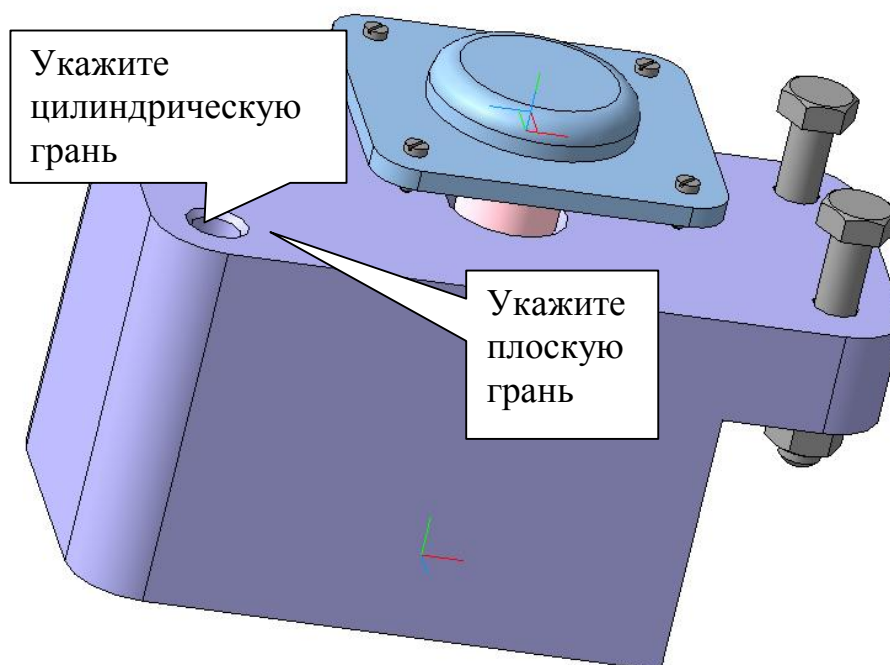
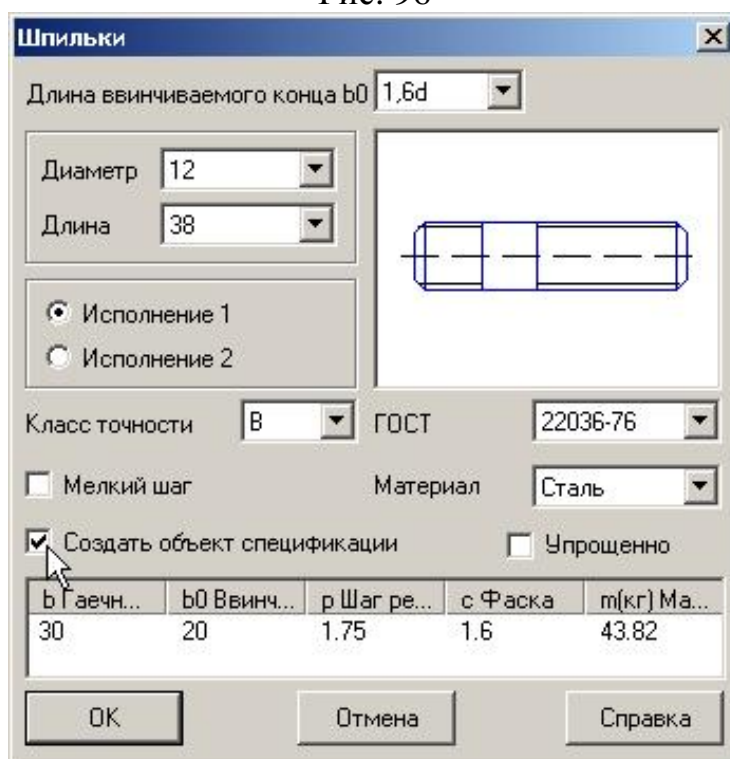

Рис. 96
Рис. 97
- 3) Для выполнения шпилечного соединения укажите деталь «Плита» и скройте ее, рис. 96. Выберите шпильку М12×38 ГОСТ 22036-76, рис. 97. Проставьте маркер напротив опции *Создать объект спецификации*.
Для создания сопряжений укажите поверхности согласно рис. 96. В дереве построения выполните команду *Показать* для детали «Плита»